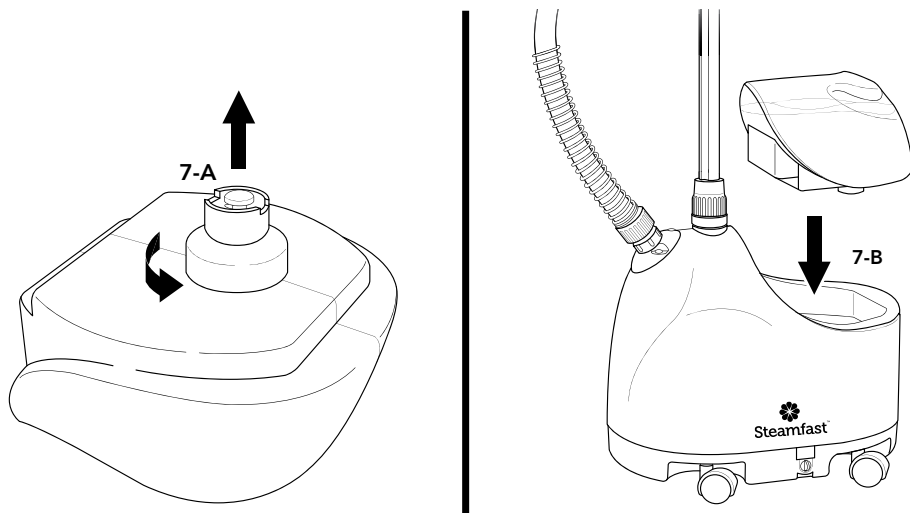

FIGURA 7
2. Sostenga el Tanque de agua hacia abajo, desenrosque y quite la Tapa de la válvula girándola en el sentido contrario a las agujas del reloj (FIGURA 7-A).
5. Coloque nuevamente el Tanque de agua en la unidad principal (FIGURA 7-B). El sonido del agua corriendo desde el Tanque de agua hacia el Depósito de agua deberá escucharse durante un breve periodo de tiempo.